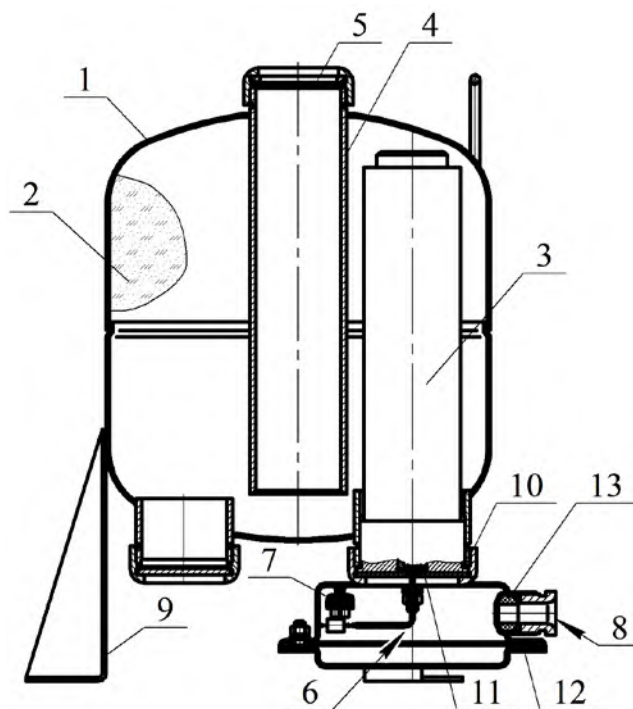

Рисунок 1
1.4.1.1 МПП (см. рисунок 1) состоит из корпуса **1**, в котором размещаются огнетушащий порошок (ОП) **2** и источник холодного газа (ИХГ) **3**. В верхней части корпуса находится насадок-распылитель **4**, который также выполняет функцию сифонной трубки при выпуске ОП из корпуса. Выходное отверстие насадка-распылителя перекрыто мембраной **5**. Соединительные провода элемента электропускового ИХГ выведены в коробку **6** через герметизированный узел в корпусе МПП, обеспечивающий требуемую (не ниже IP67) степень защиты от внешних воздействий. Наружные концы проводов элемента электропускового (при монтаже по разделу 2.1 настоящего паспорта) присоединены к зажиму контактному винтовому **7**, установленному в коробке **6** со степенью защиты IP65. Электрические зазоры и пути утечки между изолированными токоведущими частями (контактных зажимов и проводников) составляют 3 мм. Монтажный кабель через кабельный ввод **8** входит в коробку **6** и подключается к зажиму контактному винтовому **7**.